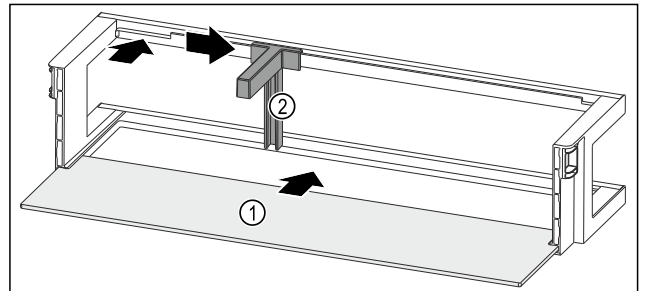

Fig. 152 Ajtópolc tárolólappal
- ▶ Tolja be a tárolólapot Fig. 152 (1) az oldalsó bemarásokba.
- ▶ Helyezze be a palacktartót Fig. 152 (2) a mélyedésbe.
- ▶ Tolja oldalra a kívánt pozícióba a palacktartót Fig. 152 (2).